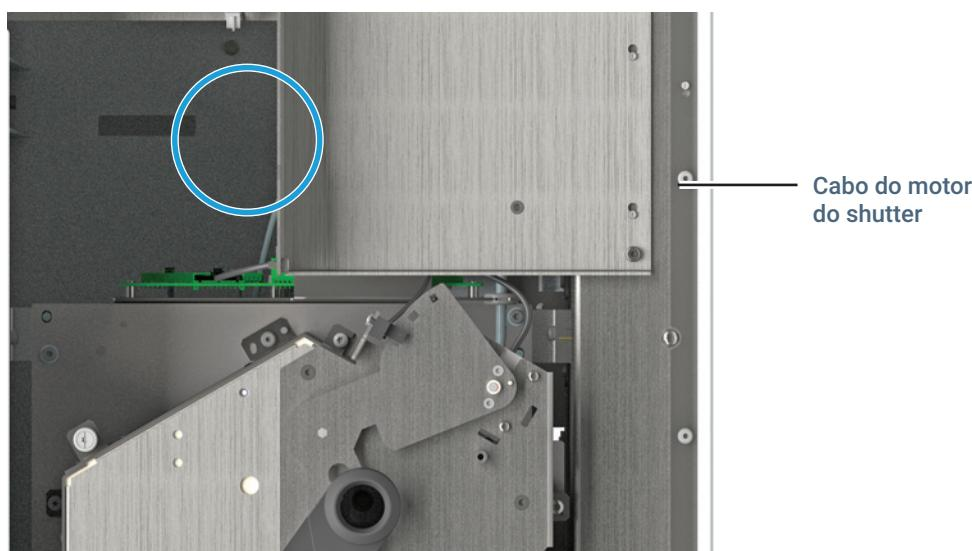

Figura 11. Desconecte o cabo do motor do shutter da placa do conector.
- 7** Desconecte o cabo do motor do shutter da placa do conector. (**Figura 11**)